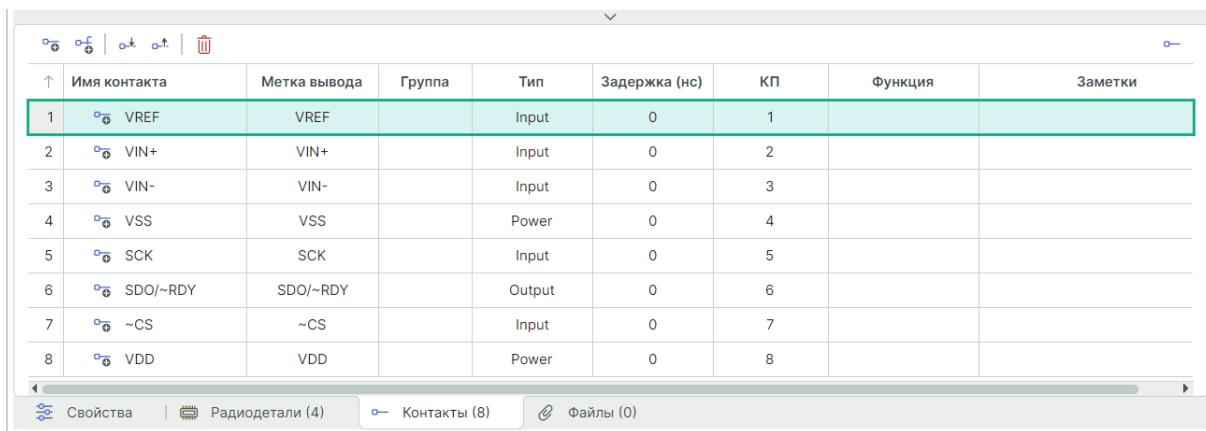

*Рис. 282 Работа инструмента «Сопоставление КП и контактов компонента»*
3. Под курсором при наведении на контактную площадку отображается имя контакта, см. Рис. 282.